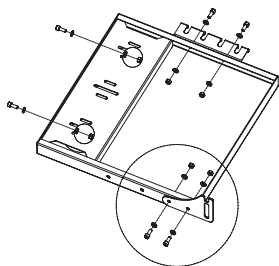

Рис. 24.
- Взять столик с подстаканниками (поз. 5) установить кронштейн столика (поз. 8), держатель инструментов малый (поз. 7), опорную планку (поз. 6), используя винты (А), шайбы (В), гайки (С) (рис. 24).
- Взять собранный столик/столики с прикрученным кронштейном (согласно рис. 24/25) и совместить пазы в кронштейне с выступающими винтами на ножке с задней стороны жаровни.